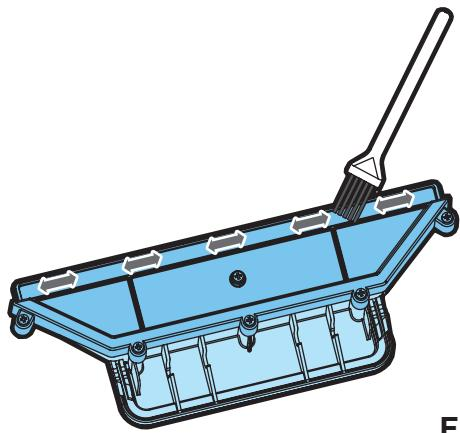

Fig.15
11. Limpie la superficie de salida de la tapa del sumidero con el cepillo y enjuáguela a fondo con agua. (Vea las Figs. 15 y 16)